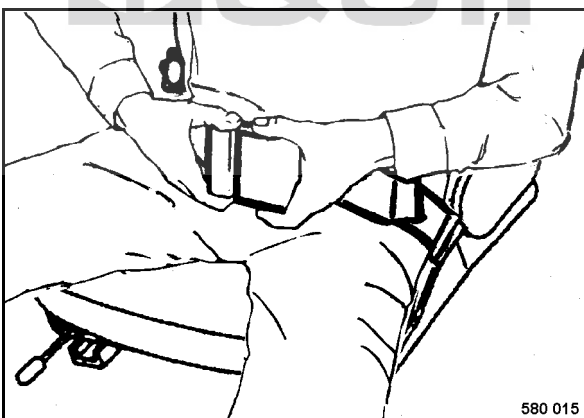

fig. 43
- Boucler la ceinture de sécurité (fig. 43).